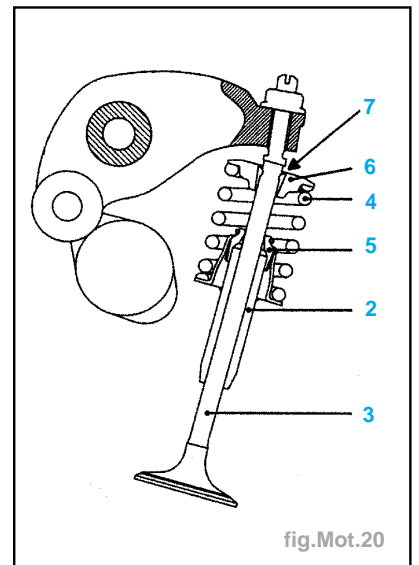

fig.Mot.20
- Mettre en place des soupapes neuves (3), les roder légèrement sur leur siège respectif. Bien nettoyer et repérer ensuite toutes les pièces puis procéder au remontage (fig. Mot.20).
- Placer les joints d'étanchéité (5) sur les guides de soupapes (2).
- les soupapes neuves (3),
- les ressorts (4) (identiques pour l'admission et l'échappement),
- les coupelles (6).
- Placer les demi-bagues (7) (identiques pour les soupapes d'admission et d'échappement).